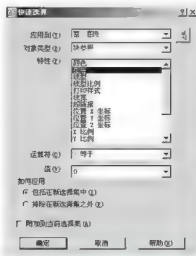

图 1.24 设置【快速选择】对话框
(2) 执行菜单栏中的【工具】|【快速选择】命令, 打开【快速选择】对话框。
(3) 如图 1.24 所示, 在【特性】列表框中选中【图层】选项, 指定将要按照图层选择对象。